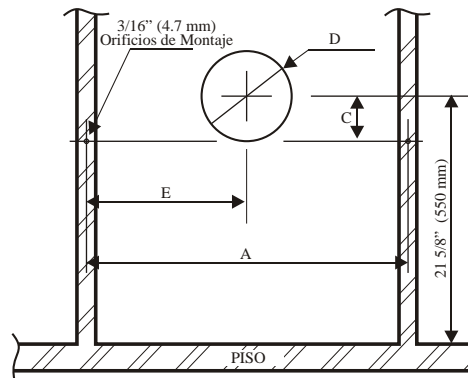

Figura 4
**Nota:** la figura 4 muestra las dimensiones necesarias para montar el aparato en el caso de que la plantilla no pueda ser utilizada o se haya perdido.